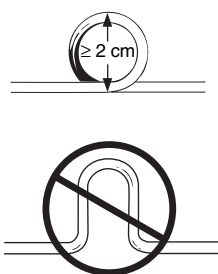

Figure 4. Enroulement de la longueur excédentaire d'électrode.
- Enrouler la longueur excédentaire du corps de l'électrode dans une boucle circulaire supérieure à 2 cm de diamètre. Ne pas former une boucle en U ni une courbe (Figure 4). Une boucle circulaire réduit la probabilité et les effets des interférences électromagnétiques et évite d'endommager ou de tordre le corps de l'électrode.